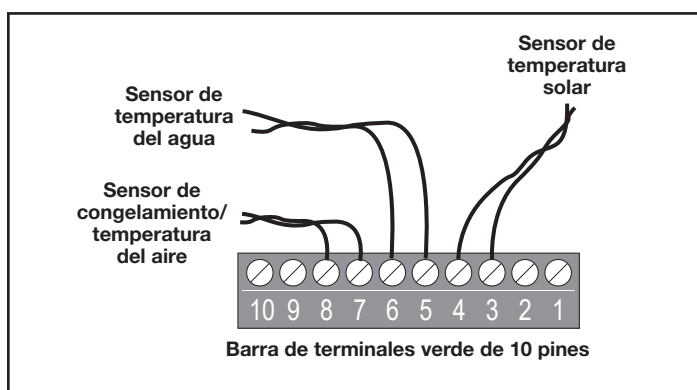

Figura 20. Cableado del sensor de temperatura para una combinación de piscina/hidromasaje
- Tienda el cable al centro de energía, a través del conducto de bajo voltaje. Corte el exceso de cable. Pele la funda del cable 6" y a continuación pele cada cable 1/4". Conecte los cables del sensor a la barra de bornes verde de 10 pines (consulte la Figura 20).